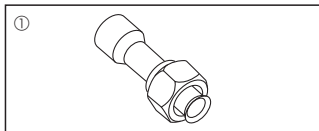

Fig. 1-1
1.6. Acessórios da unidade exterior (Fig. 1-1)